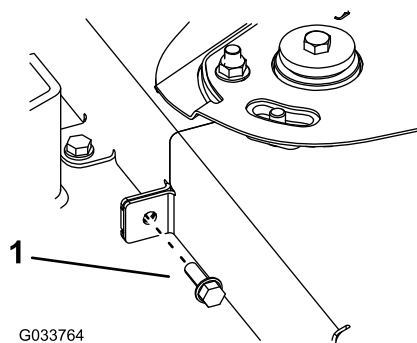

図 70
6. ベルトカバー個をつないでいるボルトを外す 図 70。
11. ベルトカバー個をボルトでつなぐ 図 70。